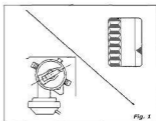

Fig. 1
- 1.- Poner la marca del volante y la polea del cigüeñal coincidiendo con su marca de cero. Fig. 1 y fig. 2 con el cilindro No. 1 P.M.S.